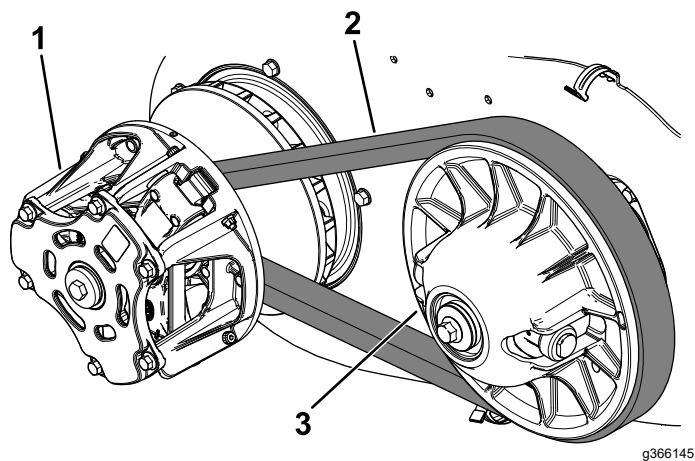

Figura 125
6. Haga girar la correa e inspecciónela (Figura 125) para asegurarse de que no está excesivamente desgastada o dañada.
7. Limpie los embragues a fondo con aire comprimido para eliminar cualquier residuo (Figura 125).
6. Tire hacia arriba de la parte superior de la correa para extender el embrague secundario, luego gire la correa y llévela sobre el embrague secundario (Figura 125).
7. Retire la correa del embrague primario (Figura 125).
8. Coloque la correa nueva sobre el embrague primario (Figura 125).
9. Haga girar la correa y llévela sobre el embrague secundario (Figura 125).